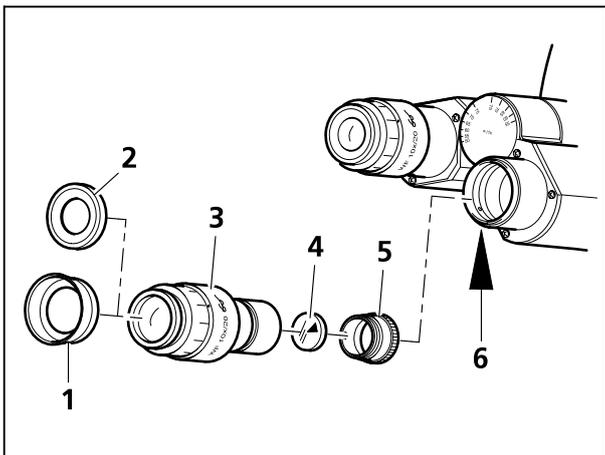

图7 插入目标标示件
目镜(图7/3)带有橡胶眼睛保护套(图7/1:展开;图7/2:折起)。
- 把双目镜部件的螺销(图7/6)从下方用内六角扳手SW1mm松开,把目镜取出。
- 用手将光栏座(图7/5)从目镜上拧下来。
- 目标标示件(图7/4)放入目镜(带涂层的一面朝着观察者眼睛方向)。再将光栏座拧上。
- 使用目镜上的调节环(图 7/3) 对目标标示件的楔形图进行清晰聚焦。